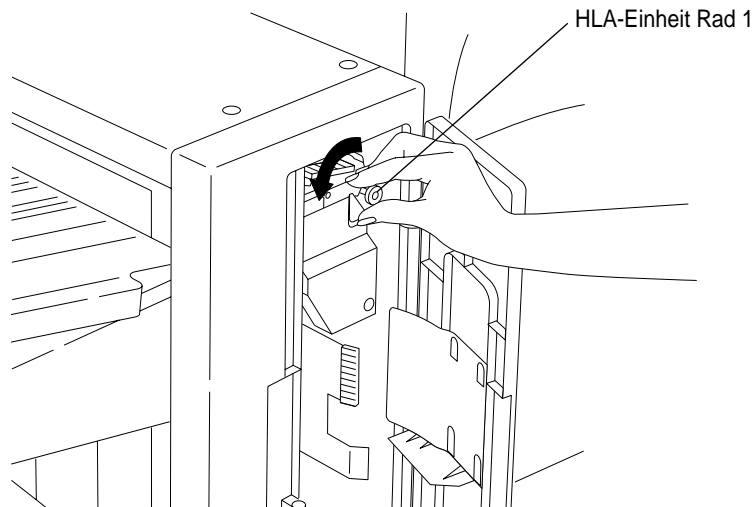

Abbildung 3-65 HCO Rad 1 Papiereinzugswalze
2. Öffnen Sie die Tür der HLA-Einheit. Drehen Sie das Rad 1 gegen den Uhrzeigersinn, um das Papier aus dem Eingabebereich in den unteren Bereich zu bringen (siehe Abbildung 3-65).